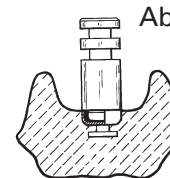

Abb. 10
4. Klicken Sie eine Locator Analogmatrizze (636068 – 4 mm) auf jede Abdruckkappe im Abdruck. Die Analogmatrizze darf nicht herunterfallen, auch wenn der Abdruck unter Vibration auf den Kopf gestellt wird (Abb. 10).